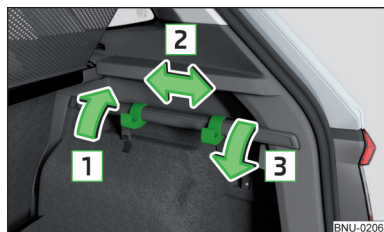

Fig. 131
- » Plegar el gancho en la dirección de la flecha **1** hacia arriba y moverlo en la posición deseada en el sentido de la flecha **2** » fig. 131.